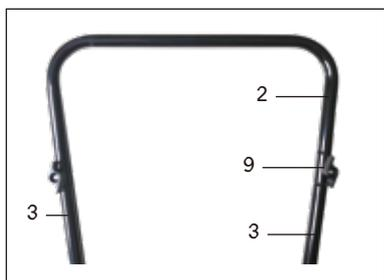

Fig. 2
Vissez la partie supérieure de la barre de poussée (12) (Fig. 2) aux deux extensions de barre de poussée (13) (Fig. 2). Utilisez à cet effet les deux vis M6x25 (19) (Fig. 2) et les deux écrous hexagonaux M6 (20) (Fig. 2).